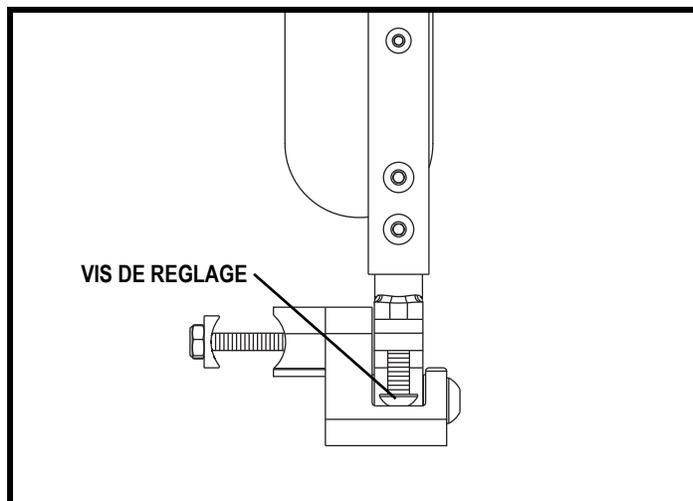

Figure 35. Réglage d'un accoudoir relevable non verrouillable
2. Tournez la vis de réglage pour soulever ou abaisser l'avant de l'accoudoir. **Voir la figure 35.**